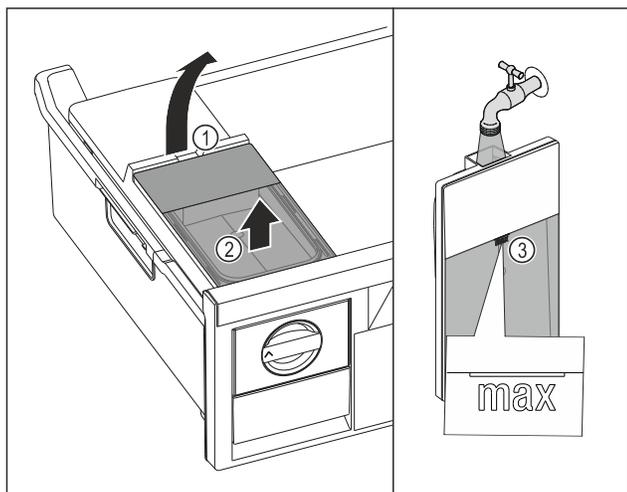

Fig. 112
- Soulever le réservoir d'eau par l'encoche Fig. 112 (1).
- Retirer le réservoir d'eau par le haut. Fig. 112 (2)
- Remplir le réservoir d'eau potable jusqu'au repère Fig. 112 (3).